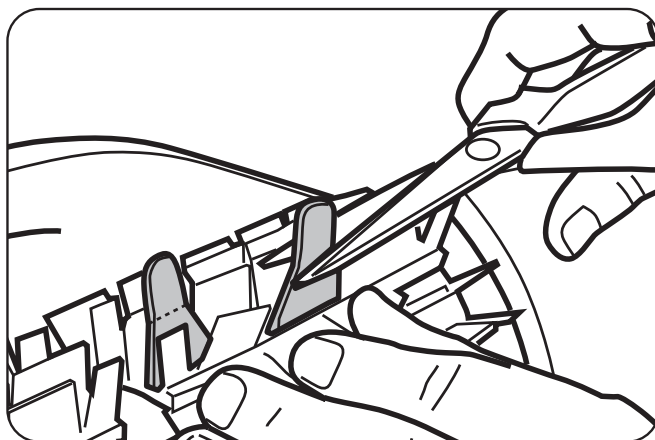

Figure 22. Couper les pattes
4. Utiliser des ciseaux pour couper les pattes de sorte qu'elles ne sont pas plus hautes que les brins (Figure 22).